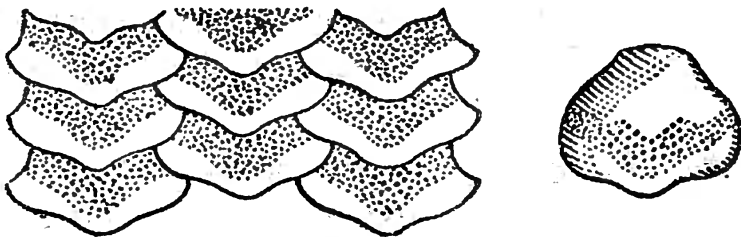

Fig. 3. — Écailles de goujon.
**3. Les écailles.** — Tout le corps est recouvert de lamelles rondes, brillantes, les *écailles* (fig. 3). Avec un couteau, grattons de l'arrière vers l'avant un goujon mort : les écailles se soulèvent par leur bord arrière et nous voyons qu'elles sont fixées au corps par leur bord avant; elles se recouvrent en partie, comme les tuiles d'un toit.